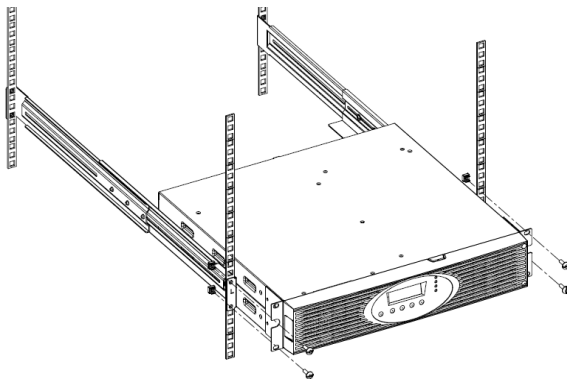

Abbildung 4: Befestigen der Gehäusefront
6. Befestigen Sie die Front der USV-Anlage bzw. des Batteriepaketes am Rack. Verwenden Sie hierfür auf beiden Seiten zwei M6 x 16 Flachkopfschrauben und zwei M6 Käfigmutter (siehe Abbildung 4). Montieren Sie die untere Schraube auf jeder Seite durch das untere Loch des Befestigungswinkels und das untere Loch der Schiene.